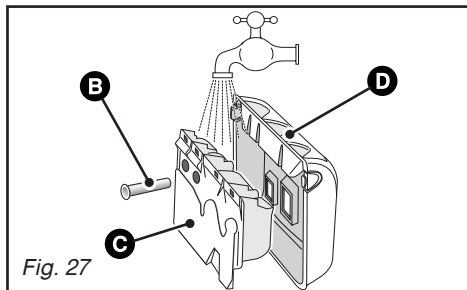

Fig. 27
- retirez le siphon **B** situé à l'arrière de la boîte **C** et séparez cette dernière de son enjoliveur avant **D** (Fig. 27)